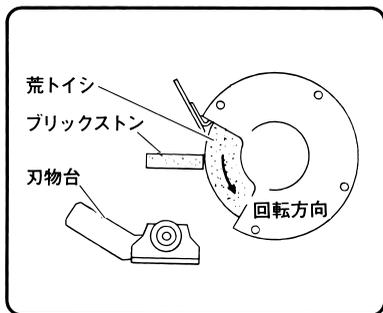

図 30
- (1) トイシの手前へ刃物台を移動します。
- (2) 付属のブリックストーンをしっかりと手に持って刃物台を手の支えとしてドレッシングします。
- (図30, 31)